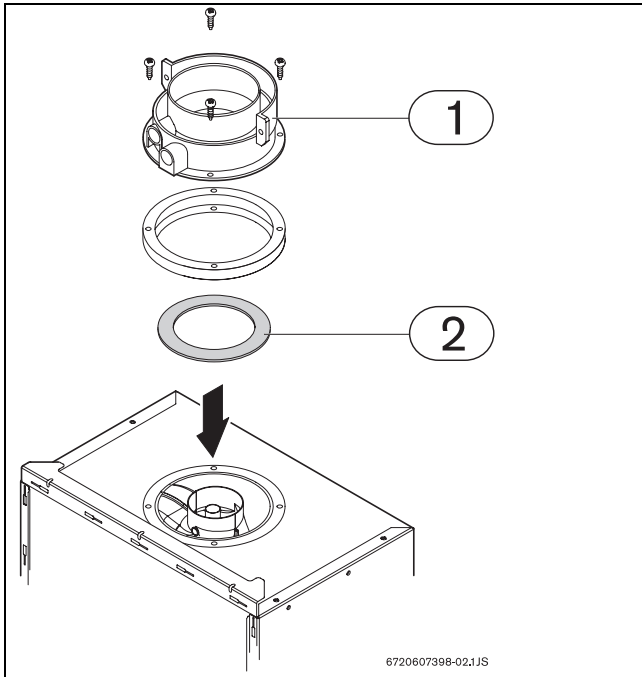

Рис. 6 Дросельна шайба
В залежності від умов інсталяції газовивідного трубопроводу, може використовуватись дросельна шайба (Рис. 6), що закріплюється під газовивідний патрубок. Для нормального функціонування приладу необхідно використовувати обмежувальну дросельну шайбу (див. таблицю 6 і 7).
- ▶ Викрутити гвинти, що кріплять газовивідний патрубок до колонки (Рис. 6, елемент 1).
- ▶ Покласти дросельну шайбу (Рис. 6, елемент 2) міжпатрубком і колонкою.
- ▶ Закріпіть патрубок за допомогою чотирьох гвинтів (Рис. 6, елемент 1).